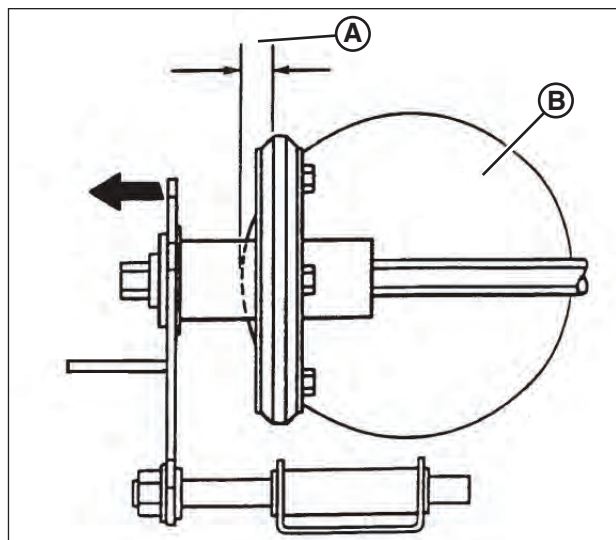

Figure 27: Bon réglage du disque entraîné
- Glissez l'ensemble du disque entraîné à 1/8 po (3,18 mm) (A, Figure 27) du bord externe du disque d'entraînement (B).